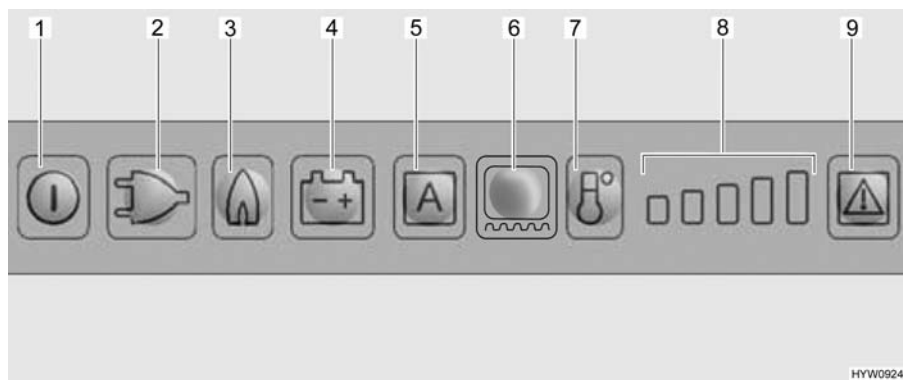

Fig. 143 Quadro comandi LED (frigorifero Dometic)
Se è impostata la modalità di funzionamento "AES", la tensione a 230 V **non** è allacciata e il motore del veicolo è **spento**, il sistema AES seleziona il rifornimento di gas. Selezionando il funzionamento a gas, il dispositivo di sicurezza si apre automaticamente, così che il gas possa fluire al bruciatore. Contemporaneamente si inserisce l'accenditore elettronico. Se la fiamma del gas si spegne, p. es. a causa di un colpo di vento, l'accenditore viene subito azionato riaccendendo il gas. In caso di guasto del funzionamento a gas, i tasti luminosi relativi a gas (Fig. 143,3) e guasto (Fig. 143,9) lampeggiano e viene emesso un segnale acustico per 20 secondi.
Dopo l'accensione il frigorifero seleziona automaticamente la regolazione intermedia del termostato. Questa regolazione può essere modificata manualmente tramite il tasto di selezione del livello di temperatura (Fig. 143,7). Le spie di controllo (Fig. 143,8) indicano la temperatura selezionata sul termostato. Il tasto di selezione del livello di temperatura permette di regolare la temperatura di refrigerazione per tutti e tre i tipi di energia. Ci vogliono alcune ore prima che il frigorifero raggiunga la temperatura normale di esercizio. Cambiando la modalità di funzionamento la regolazione del termostato non viene modificata. La temperatura di refrigerazione è indipendente dal tipo di energia utilizzata.
- Accendere il riscaldamento del telaio per 2 ore: Premere una volta il tasto luminoso per il riscaldamento del telaio (Fig. 143,6). Sull'indicazione dei gradi di temperatura (Fig. 143,8) si accende una barra.
- Accendere il riscaldamento del telaio per 5 ore: Premere due volte il tasto luminoso per il riscaldamento del telaio (Fig. 143,6). Sull'indicazione dei gradi di temperatura (Fig. 143,8) si accendono due barre.
- Regolazione del riscaldamento del telaio ad esercizio continuo: Premere tre volte il tasto luminoso per il riscaldamento del telaio (Fig. 143,6). Sull'indicazione dei gradi di temperatura (Fig. 143,8) si accendono tre barre.
L'indicazione dei gradi di temperatura (Fig. 143,8) indica per alcuni secondi la durata di esercizio del riscaldamento del telaio.
Nel caso di temperature esterne ed umidità dell'aria elevate è possibile che si formino gocce d'acqua sul telaio in metallo del vano congelatore. Per questo motivo il frigorifero è dotato di un riscaldamento del telaio per il vano congelatore. Nel caso di temperature e umidità dell'aria elevate, accendere il riscaldamento del telaio con il tasto luminoso per il riscaldamento del telaio (Fig. 143,6). È possibile così evitare fenomeni di corrosione. Quando il riscaldamento del telaio è acceso, si accende il tasto luminoso (Fig. 143,6).
- Premere il tasto On/Off (Fig. 143,1) per circa 2 secondi. Il frigorifero si accende e viene visualizzato l'ultimo tipo di energia impostato, oppure "AES".
- Impostare la temperatura di refrigerazione con il tasto di selezione del livello di temperatura (Fig. 143,7). Le spie di controllo (Fig. 143,8) indicano la temperatura selezionata sul termostato.
- Premere il tasto On/Off (Fig. 143,1) per circa 2 secondi. Il frigorifero si spegne e le indicazioni smettono di lampeggiare.